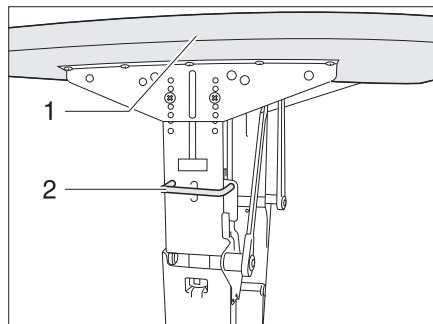

Bild 55 Verriegelung Schwenktisch mit Metallgestell
- Griff (Bild 55,2) nach oben schieben.
- Tischplatte (Bild 55,1) in einem Bogen nach unten schwenken, bis der Griff einrastet.